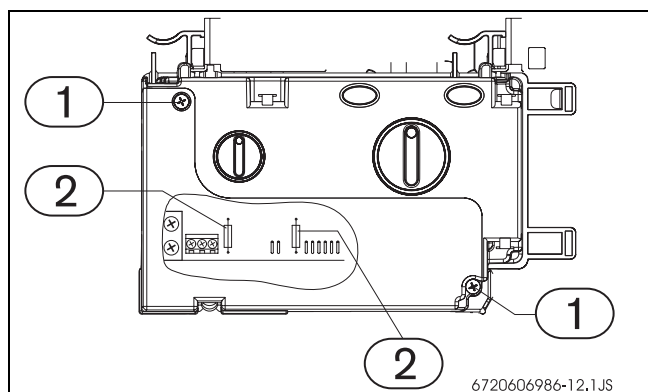

Fig. 29 Boîtier de commande
- ▶ Retirer les vis du boîtier (→Fig. 29, [1]) et enlever le couvercle.
- ▶ Remplacer les fusibles (→Fig. 29, [2]).